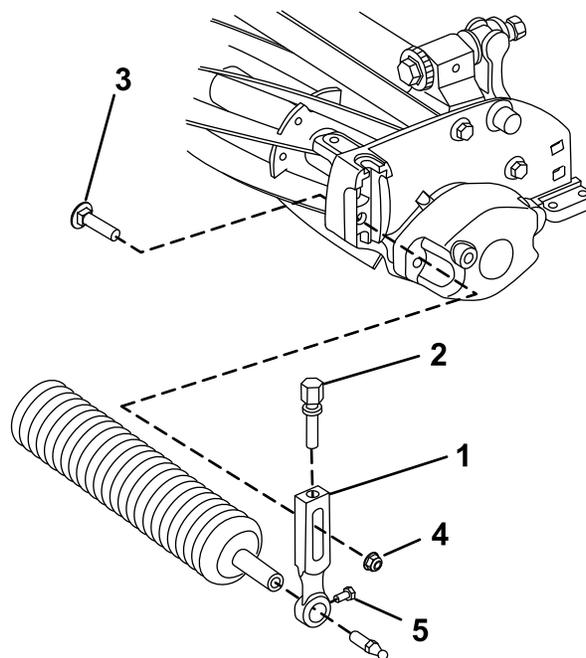

図 3
1. 刈高アーム左右のどちらか1本をカッティングユニットのサイドプレート固定しているプラウボルト、ワッシャ、フランジナットを外す 図 3。
2. 刈高アームについているローラ取り付けねじをゆるめる 図 3。
3. カッティングユニットの反対側で、刈高アームにローラシャフトをはめ込む 図 3。
4. 刈高アームをローラシャフトにはめ込む 図 3。
5. 先ほど外した刈高アームとボルト・ナットを使って、ローラをカッティングユニットに仮止めする 図 3。
7. 調整ができればローラ取り付けねじを締め付ける 図 3。